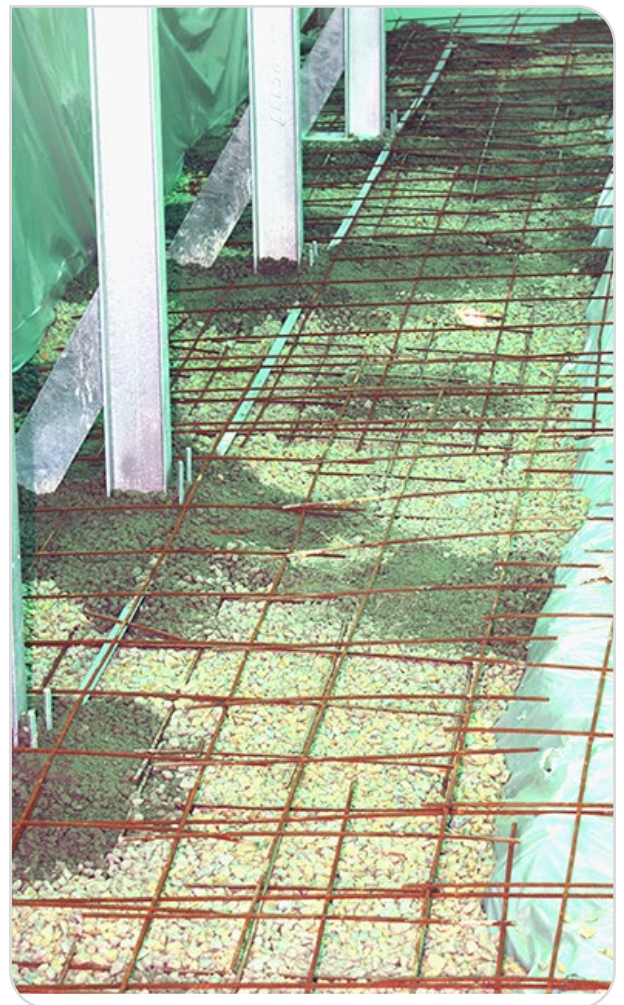

Figure 10 – Coulage de la dalle (b)
- ! Afin de faciliter le coulage de la dalle et éviter les déformations de la structure mCoulagétallique veillez à sceller partiellement les poteaux avant de couler la totalité de la dalle (*Figure 10*).
Les treillis, une fois posés, devront couvrir l'ensemble de la surface (prévoir un retrait en périphérie de 3 à 5 cm). Une découpe autour des poteaux sera nécessaire (*Figure 10*). Les treillis doivent se chevaucher et être liés entre eux.